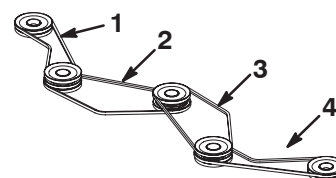

Figura 69
7. Cambie las correas según sea necesario. Instale las correas en las poleas según lo indicado en la figura 69.